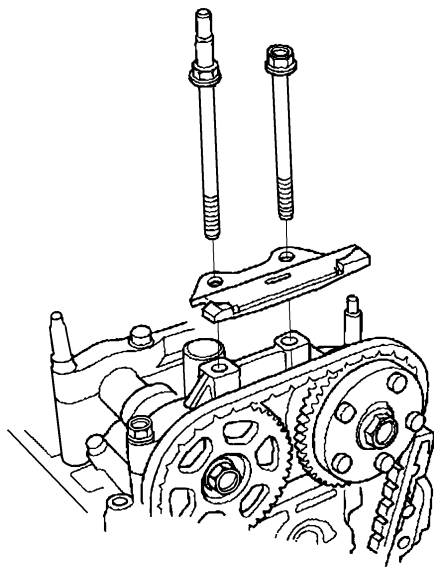

图 23-130 拆卸正时链条导板
- 17) 按照图 23-130 所示, 拆卸正时链条导板。